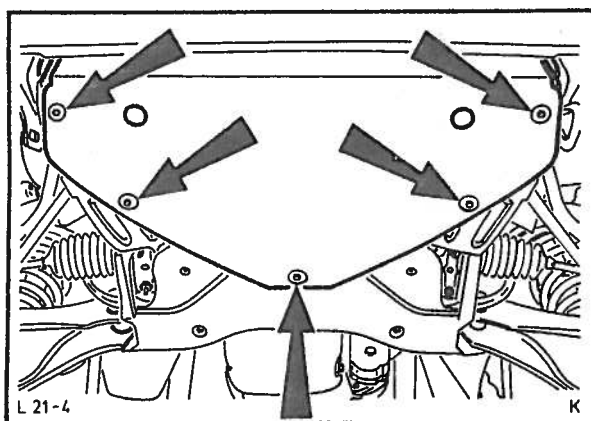

Fig. 102 Montering av motorens søledeksel.
10. Monter motorens søledeksel, fig. 102.